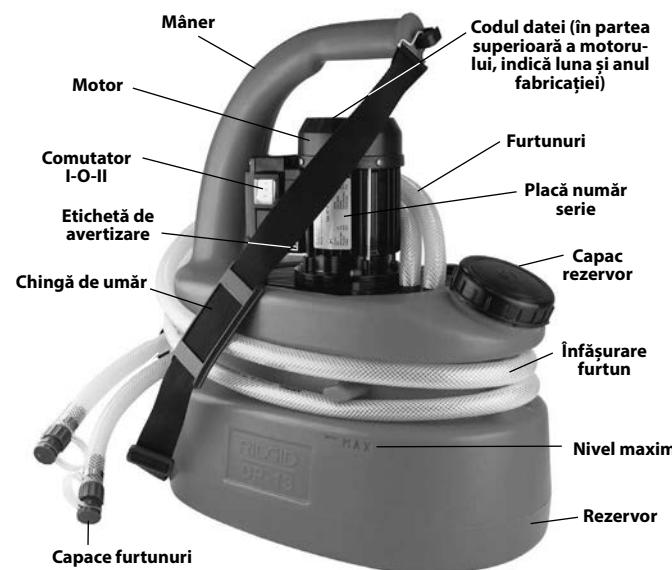

Figura 1 – RIDGID DP-13 Pompa detartrare
- Prezența și lizibilitatea etichetei de avertizare (vezi figura 1).
1. Deschideți capacul rezervorului și umpleți rezervorul cu soluție de detartrare pentru a vă asigura că carcasa rotorului pompei este imersată în timpul funcționării. Nu umpleți rezervorul peste nivelul Max, veДЕI figura 1.